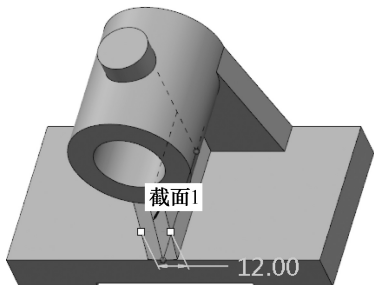

图 5-92 筋效果
(3) 在筋操控面板中, 拉伸方式选择两侧加厚, 厚度为 12.00, 生成如图 5-92 所示的模型。